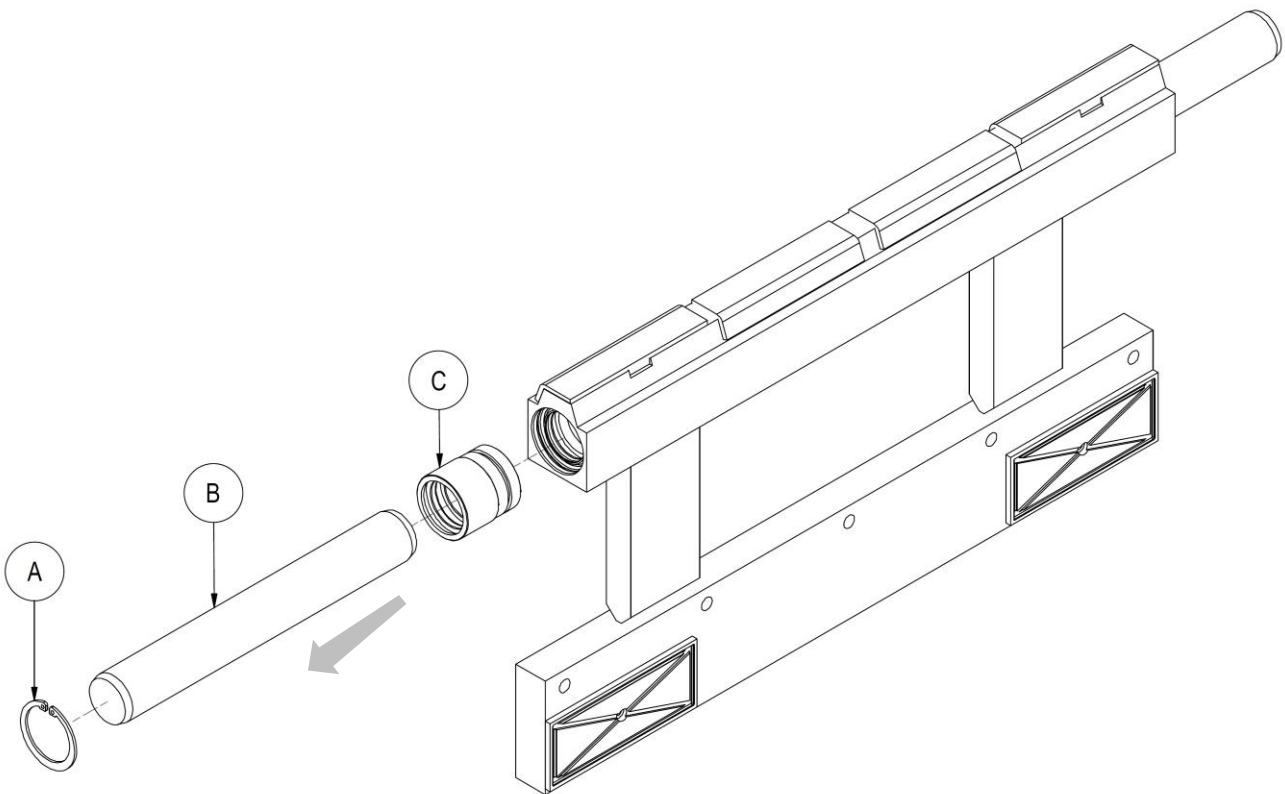

Abbildung 12
3. Entfernen Sie den Sprengring **A** und ziehen Sie die Zylinderstange **B** ab, die zusammen mit dem Deckel **C** aus ihrem Sitz herauskommt; dann nehmen Sie die Stange weg von dem Deckel (siehe *Abbildung 12*).